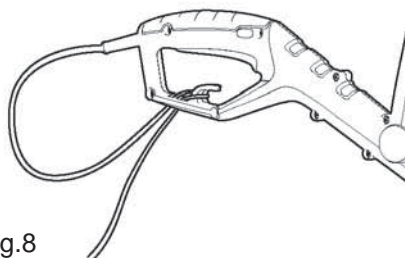

Fig.8
- > Faites une boucle au câble et accrochez-la au détenteur de câble situé sur la poignée (fig.8).